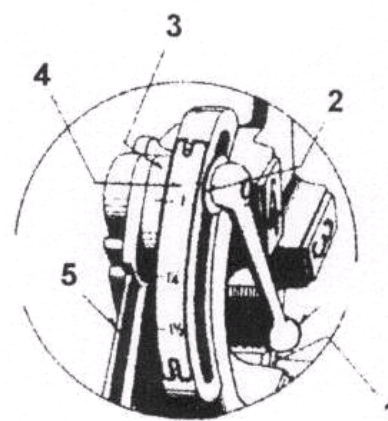

рис.12
- б) Откройте фиксирующую рукоятку (поз. 1, рис. 12) и установите нужный размер резьбы по шкале. Регулирующая рукоятка (поз. 5, рис. 12) остается при этом закрытой.
- д) После нарезки резьбы нужной длины перевести регулирующую рукоятку (поз. 5, рис. 12) при включенном электродвигателе назад, чтобы произошло раскрытие резьбонарезной головки.